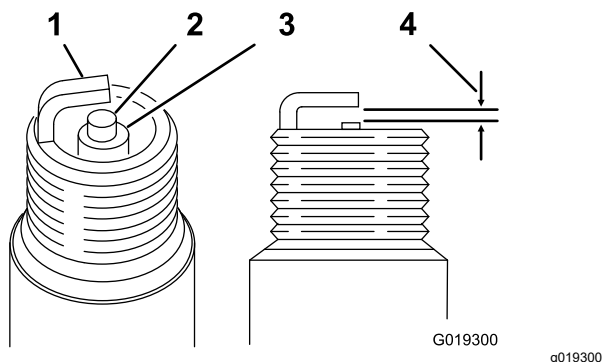

Bild 32
Elektrodenabstand: 0,70 bis 0,80 mm, siehe Bild 32
4. Stellen Sie den Abstand auf 0,70 mm bis 0,80 mm ein, wie in **Bild 32** abgebildet.